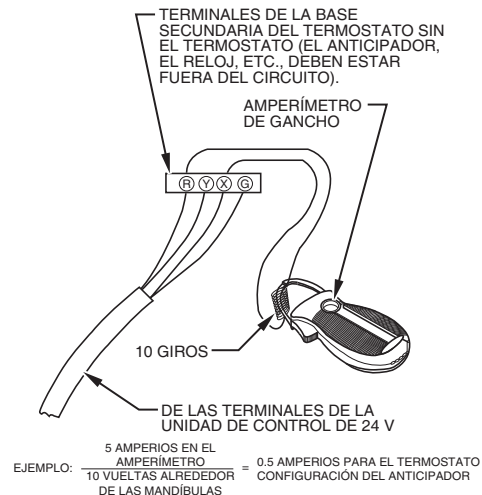

Fig. 46 – Verificación del amperaje con un amperímetro
- Conecte un amperímetro entre los terminales R y W de la subbase o entre los cables R y W de la pared, como se muestra en la Fig. 46.